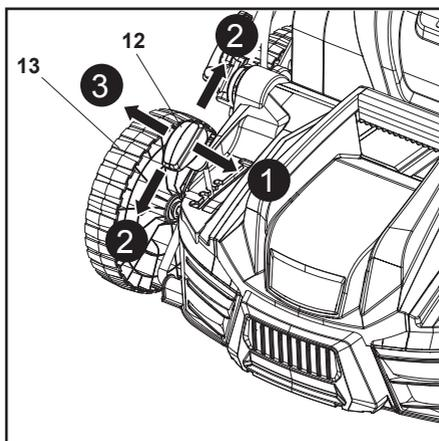

Fig. 12
1. Depărtează maneta de reglare a adâncimii (12) de roata față (13) (Fig. 12, pasul 1), apoi deplasează-o înainte sau înapoi până la adâncimea de lucru dorită (Fig. 12, pasul 2).
2. Eliberează maneta de reglare a adâncimii (12) și asigură-te că se cuplează corect în locul dorit. Nu regla niciodată la o poziție intermediară (Fig. 12, pasul 3)!